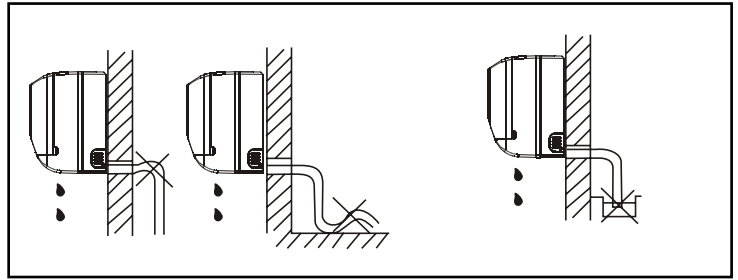

Abb. 3
2. vermeiden Sie es, den Kondenswasserableitungsschlauch zu knicken oder zu verdrehen, damit es zu keiner Verstopfung kommt; das Ende des Schlauches nicht direkt in Wasser tauchen (Abb. 3).